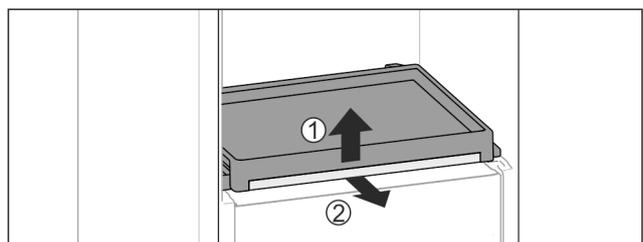

Fig. 31
- ▶ Retirar el estante extraíble con la plancha de cristal: levante ligeramente la parte delantera de la plancha de cristal *Fig. 31 (1)* y extráigala hacia delante *Fig. 31 (2)*.